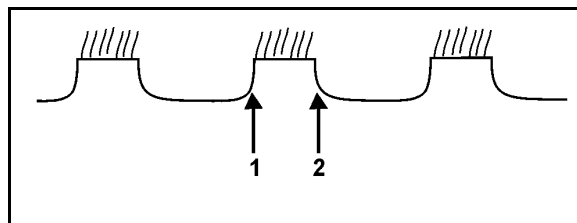

Рис. 44
- (Рис. 44) – 1-й ряд дисков сдвиньте вправо и проверьте заново: